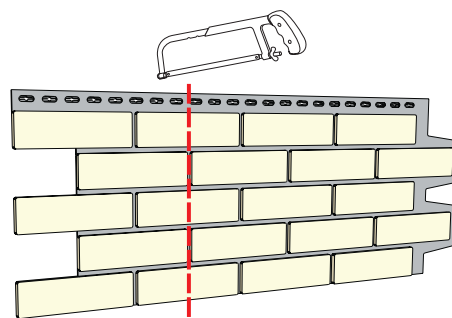

Рисунок 89
- 17.2** При начале каждого нового ряда необходимо от панели отрезать левую часть (Рис. 89), что бы торец панели был ровным. Подрезанную часть можно использовать для завершения ряда в процессе монтажа.